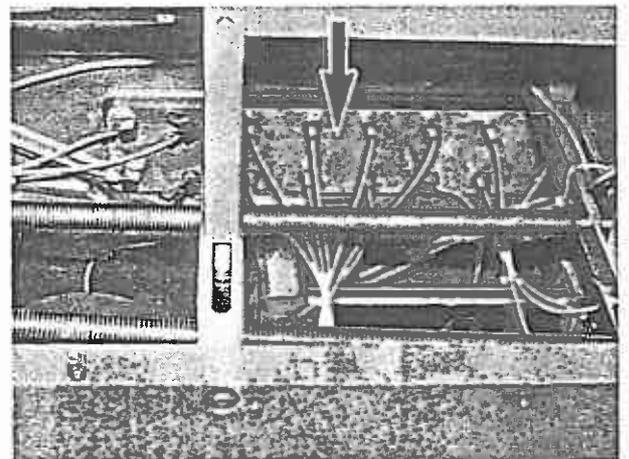

Bild 7
8. Prüfen, ob alle Leitungen der Zentralschmieranlage (Bild 7/Pfeil) knickfrei verlegt und ordnungsgemäß angeschlossen sind, ggf. Fehler beheben.